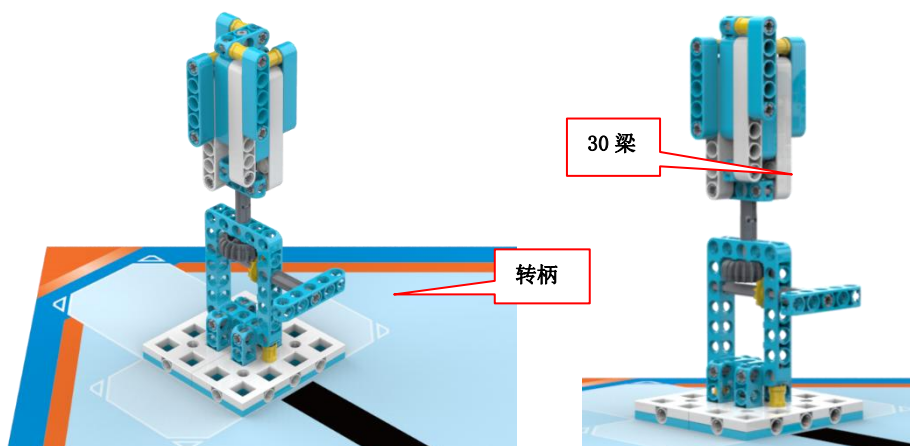

图 2 初始状态
3.1.1 场地某个任务区固定一处烟花燃放点，转柄水平，如图 2。